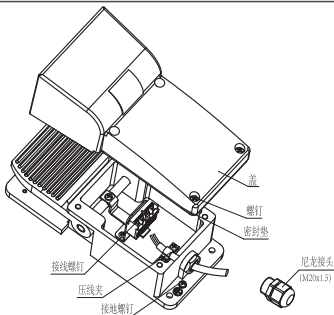
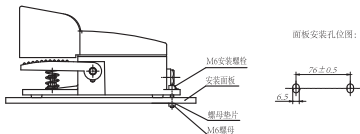

图2 布线示意图
图3 YBLT-YDT1/11安装示意图
7.2.1 安装：松开盖螺钉→按图2接线→拧紧盖螺钉→按图3安装。